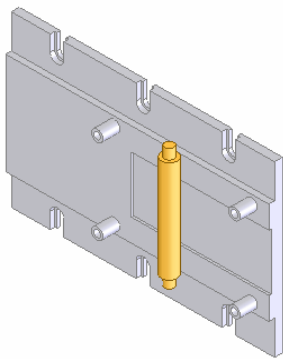

图 12-51 移动后的图形
⑥ 移动小圆轴。选择菜单栏中的“工具”→“零部件”→“移动”命令,或者单击“装配体”工具栏中的“移动零部件”图标,将视图中的小圆轴移动到合适的位置。结果如图 12-51 所示。